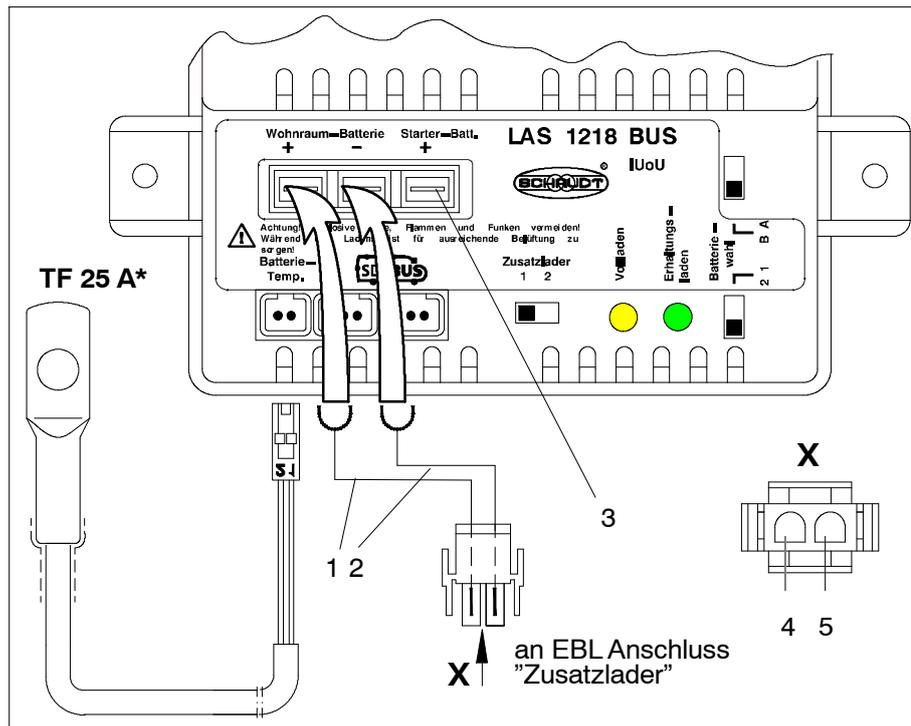

Bild 3 Anschlussbild Batterie-Ladegerät LAS 1218 BUS - an Elektroblock
- + Pol LAS 1218 BUS Wohnraumbatterie: Flachsteckhülse 6,3 x 0,8; (Bild 3; Pos. 1)
- - Pol LAS 1218 BUS: Flachsteckhülse 6,3 x 0,8; (Bild 3; Pos. 2)
- MNL-Stecker (Ansicht X, Bild 3; Pos. 4/5) bzw. Minifit-Stecker an Elektroblock, Sockel "Zusatzladegerät"; siehe auch Bedienungsanleitung Elektroblock
- 3-poliger Lumberg-Stecker an LAS 1218 BUS, SDTBUS[®] einstecken (Bild 3; Pos. 4)
- 3-poliger Lumberg-Stecker an Elektroblock, SDTBUS[®] einstecken (Bild 3; Pos. 5)